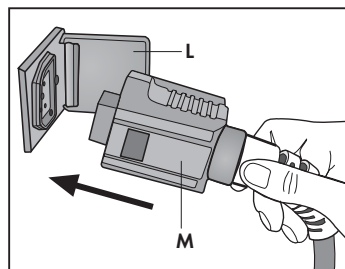

Fig. 21
- Regular el flujo del vapor mediante el volante (D).
- Abrir completamente la tapa de la toma accesorios (L) e introducir el empalme rápido (M) de la plancha en la toma situada en la parte anterior del aparato, presionando a fondo. (Fig.21)